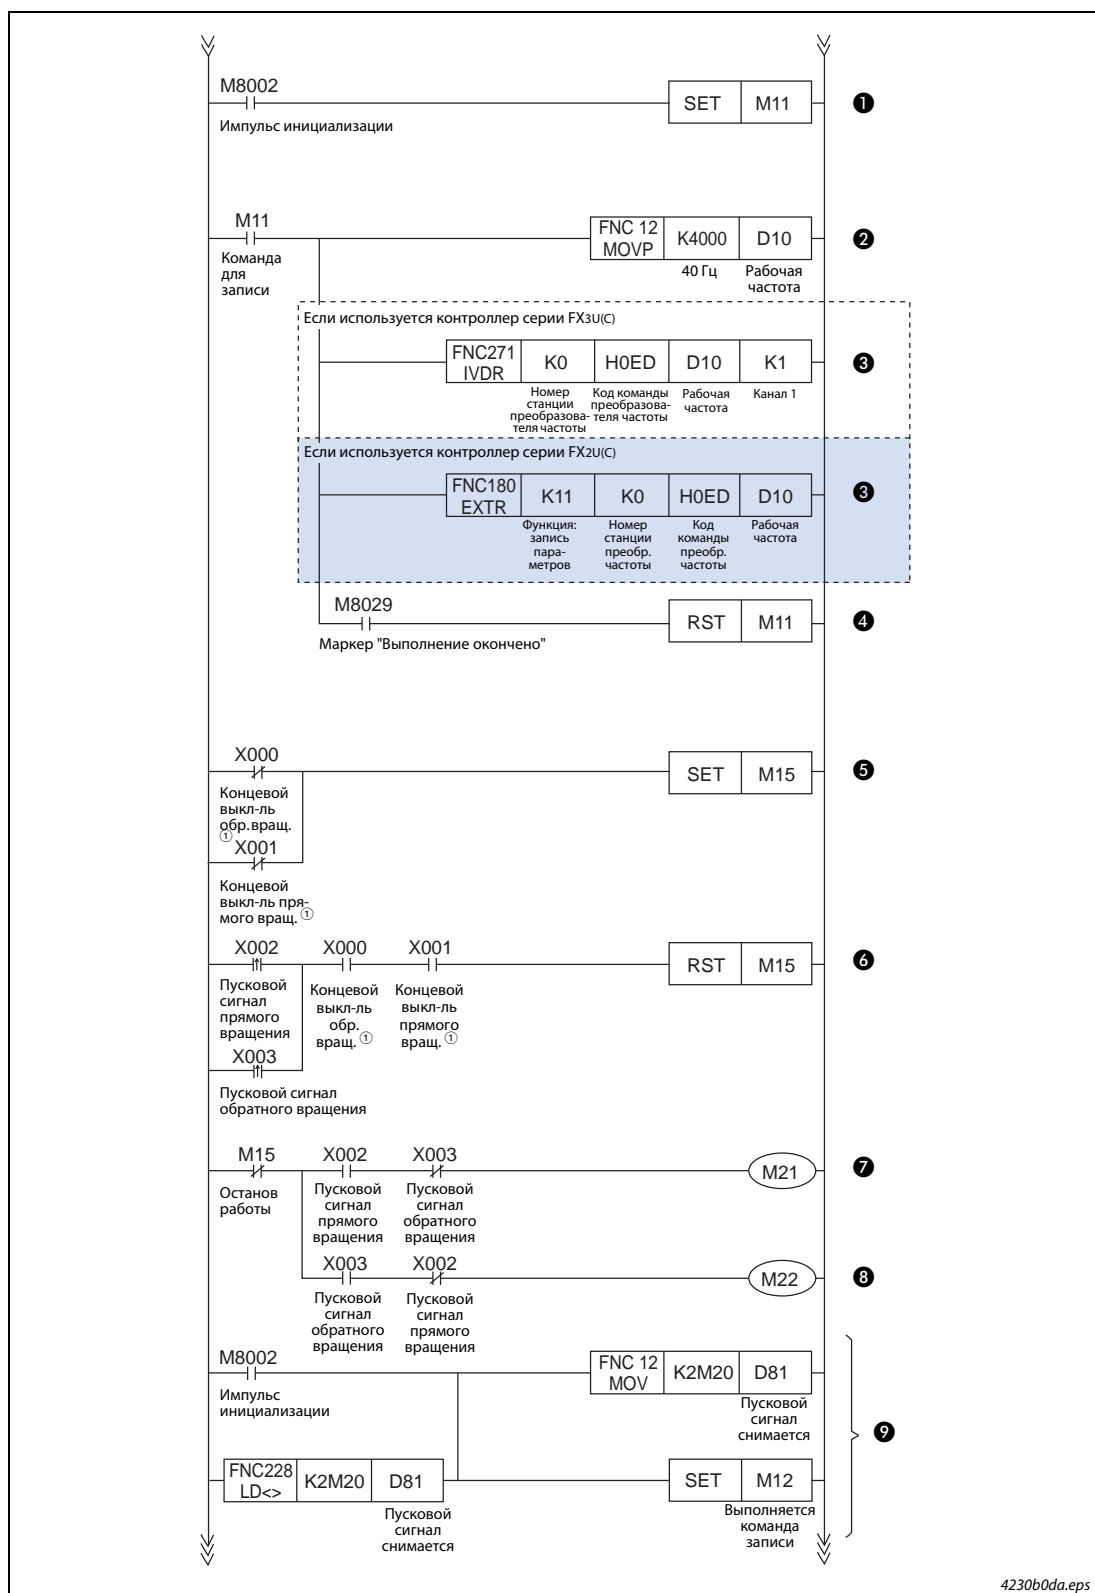

Рис. 4-19: Пример программы в виде релейно-контактной схемы (3)
⑤	Настройка времени ускорения (пар. 7)
⑥	Время ускорения равно 1 секунде.
⑦	Настройка времени замедления (торможения) (пар. 7) (пар. 8)
⑧	Время замедления равно 1 секунде.
⑨	Параметры записываются в преобразователь частоты одновременно [D200–D207 → пар. 1, пар. 2, пар. 7 и пар. 8]
⑩	Максимальная выходная частота настраивается на 120 Гц [K12000 → пар. 1].
⑪	Минимальная выходная частота настраивается на 5 Гц [K500 → пар. 2].
⑫	Время ускорения настраивается на 1 с [K10 → пар. 7].
⑬	Время замедления настраивается на 1 с [K10 → пар. 8].
⑭	Сброс команды записи
Таб. 4-13: Описание релейно-контактной схемы, изображенной на рис. 4-19 (2)